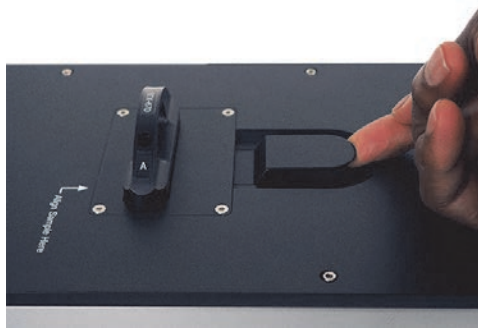

Figura 3-9 Desbloqueo del portamuestras
1. Levante la palanca de fijación para desbloquear el portamuestras (ver Figura 3-9 en la página 56).